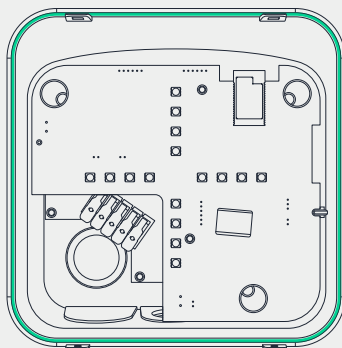

Fig. 9 - Joint en caoutchouc
18. Vérifiez que le joint en caoutchouc monté sur le bord intérieur du boîtier est solidement fixé à l'endroit indiqué. (Fig. 9)